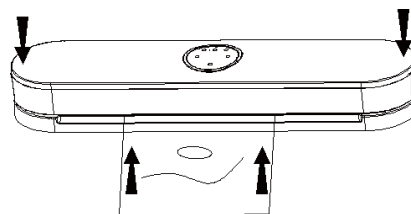

Figure 2
4. Fermez le couvercle supérieur et appuyez sur les deux extrémités du couvercle supérieur avec la paume de votre main et entendez un son de verrouillage net, comme illustré à la figure 2 ;